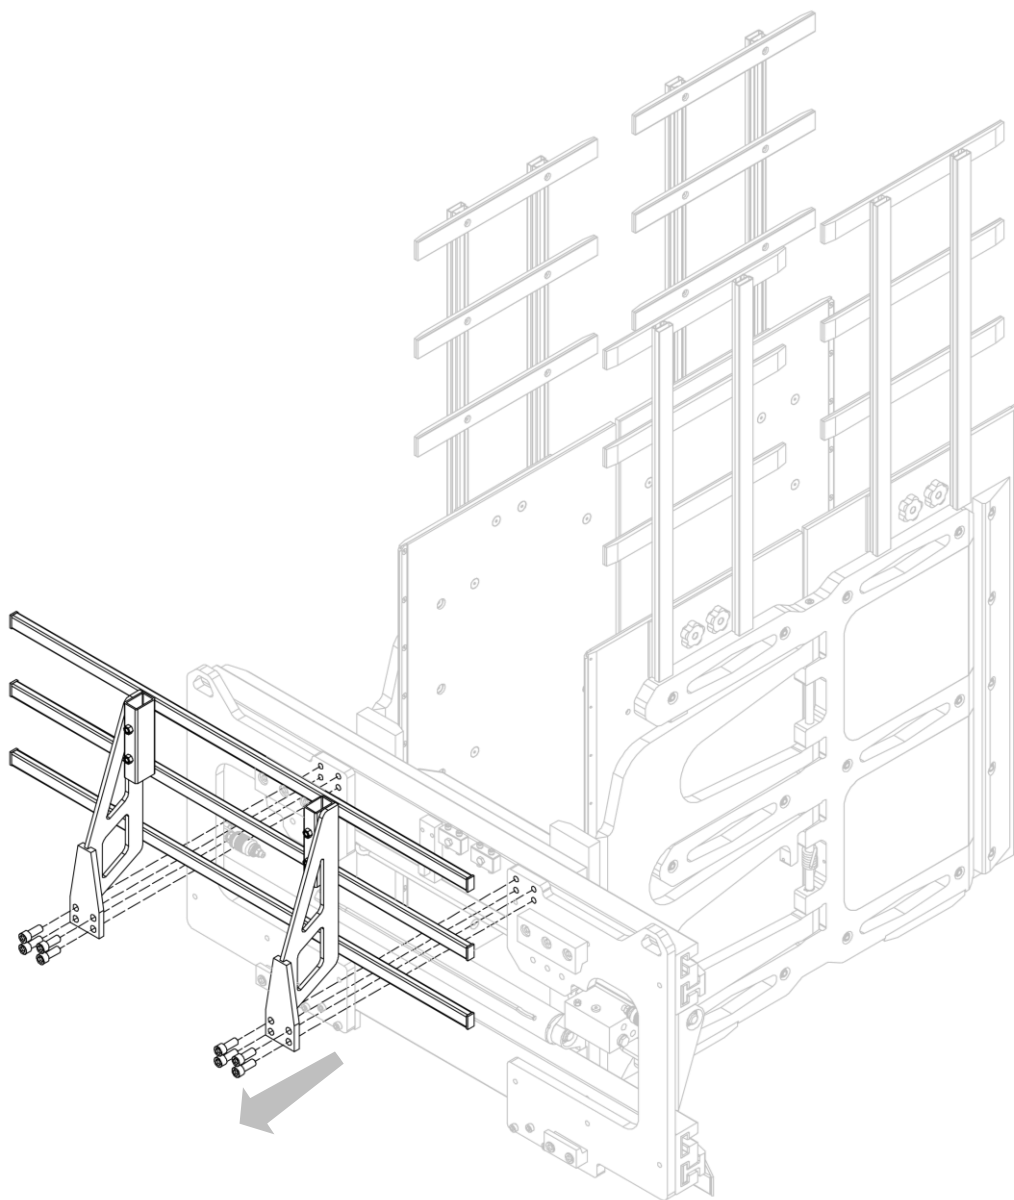

Figura 61
4. Rimuovere il telaio reggicarico dall'attrezzatura dopo aver svitato le relative viti che lo fissano (vedi *Figura 61*).